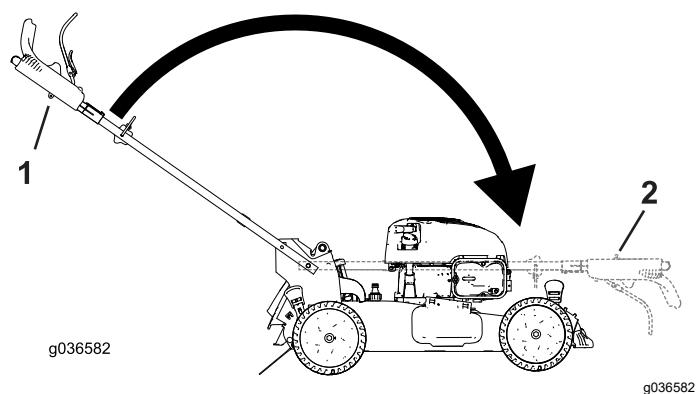

Figure 27
2. Repliez la poignée en le faisant pivoter en avant (Figure 27).